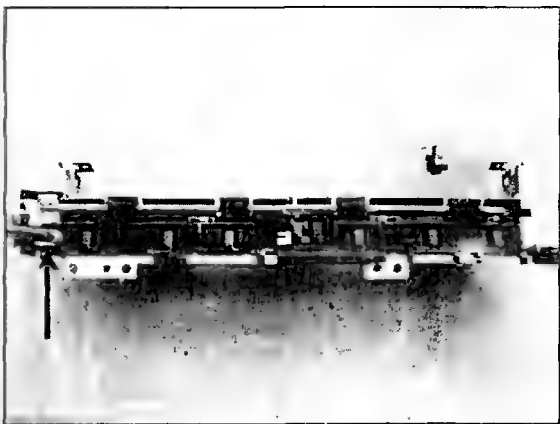

Рис. 8.16
- Откручивают винт крепления к основанию планки выхода бумаги (рис. 8.16) и снимают ее. На планке находится ролик выхода бумаги, для снятия которого отжимают защелки приводной шестерни, снимают ее (со стороны колеса поворачивают втулку за рычажок на 90° и ролик снимается вместе с ней). На планке находится оптический датчик выхода бумаги вместе с подпружиненным активатором. Датчик закреплен на защелках и имеет разъем.